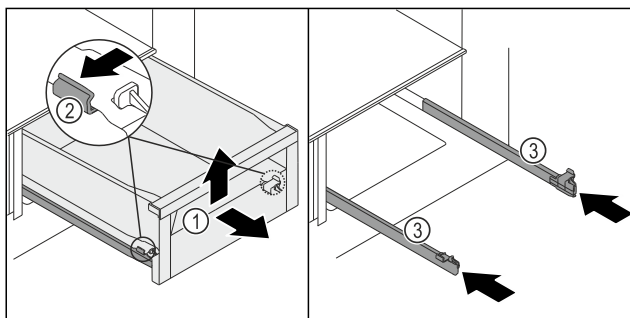

Fig. 195
- Vytáhněte zásuvku Fig. 195 (1) až na doraz.
- Svorku Fig. 195 (2) vlevo a vpravo současně lehce stlačte na kolejničkách směrem ven.
- Zásuvka Fig. 195 (1) se uvolní z kolejniček.
- Nadzvedněte zásuvku Fig. 195 (1) vpředu.
- Vyjměte zásuvku Fig. 195 (1) dopředu.
- Zasuňte kolejničky Fig. 195 (3).